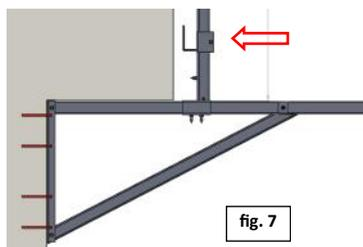

fig. 7
- Eseguire il/i foro/i sulla facciata dell'edificio con gli stessi interassi dei fori presenti negli angolari e fissare la mensola del parapetto con i tasselli idonei (fig. 7 a pag. 9);